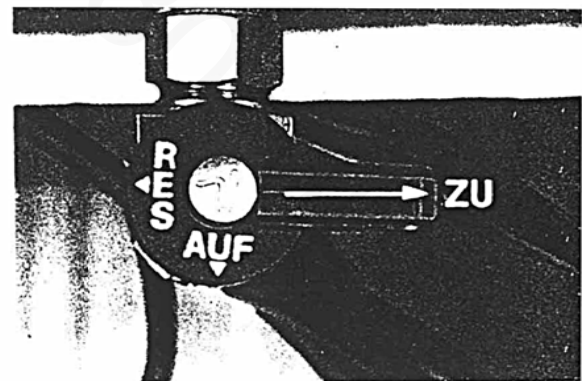

Bild 6
- 16 = Kraftstoffhahn (verdeckt, s. Bild 6)
Kraftstoffhahn (Bild 6)
Kraftstoffhahn (Bild 6) schließen (Stellung ZU). Zündung durch Zünd-/Lichtschalter (1/3) unterbrechen. (Siehe Zündschloß.)